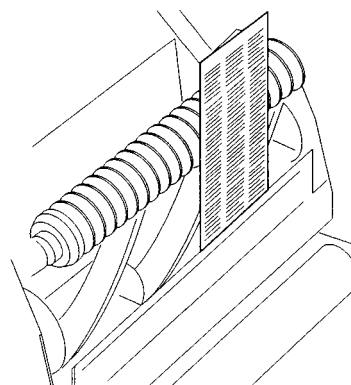

Fig. 3
2. Vipp klippeenheten bakover for å komme til sylindren og knivplaten (fig. 3).